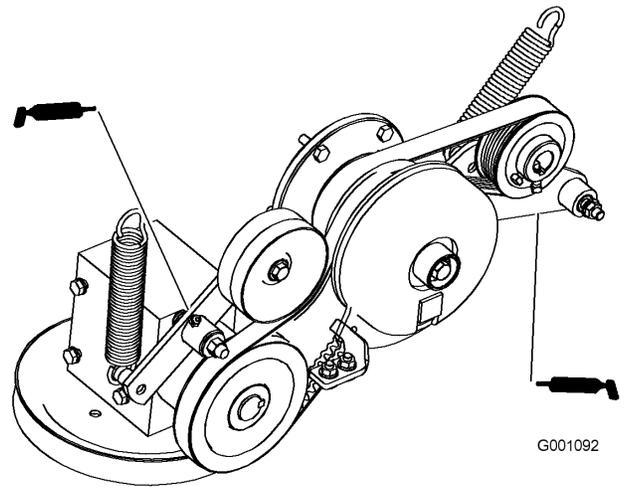

Figura 30
5. Engrase el brazo tensor de la correa de transmisión de la PTO (Figura 30).
6. Engrase el brazo tensor de la correa de la bomba (Figura 30).